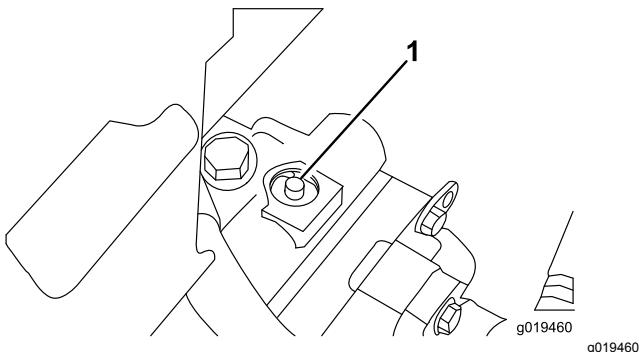

Figura 34
1. A válvula de derivação está localizada sobre a bomba de deslocação variável (Figura 34). Rode a válvula 90°, em qualquer direção, para permitir a passagem do óleo internamente.